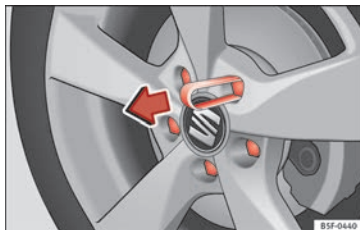

Fig. 72 Ruota: viti della ruota con tappi.
- Incastrare la pinza di plastica (attrezzo di bordo) sul tappo fino a che non scatta » » fig. 72.